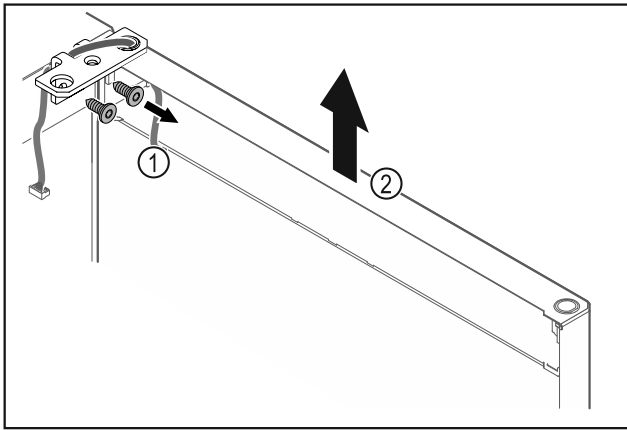

Fig. 26
- ▶ Skruva av gångjärnsfästet Fig. 26 (1).
- ▶ Lyft dörren rakt uppåt med gångjärnsfästet Fig. 26 (2) ca 200 mm och ta av den.